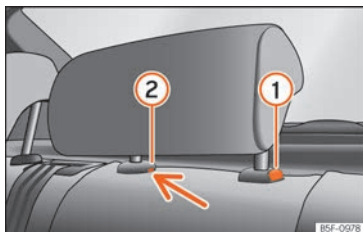

Fig. 159 Apoyacabezas trasero central: punto de desbloqueo.
- Para ajustar el apoyacabezas a una altura menor, pulse la tecla ① » » » fig. 159 y desplácelo hacia abajo.
- Pulse la tecla ① » » » fig. 159, apretando a la vez por el orificio del seguro ② » » » fig. 159 con un destornillador plano de máximo 5 mm de anchura y retire el apoyacabezas.